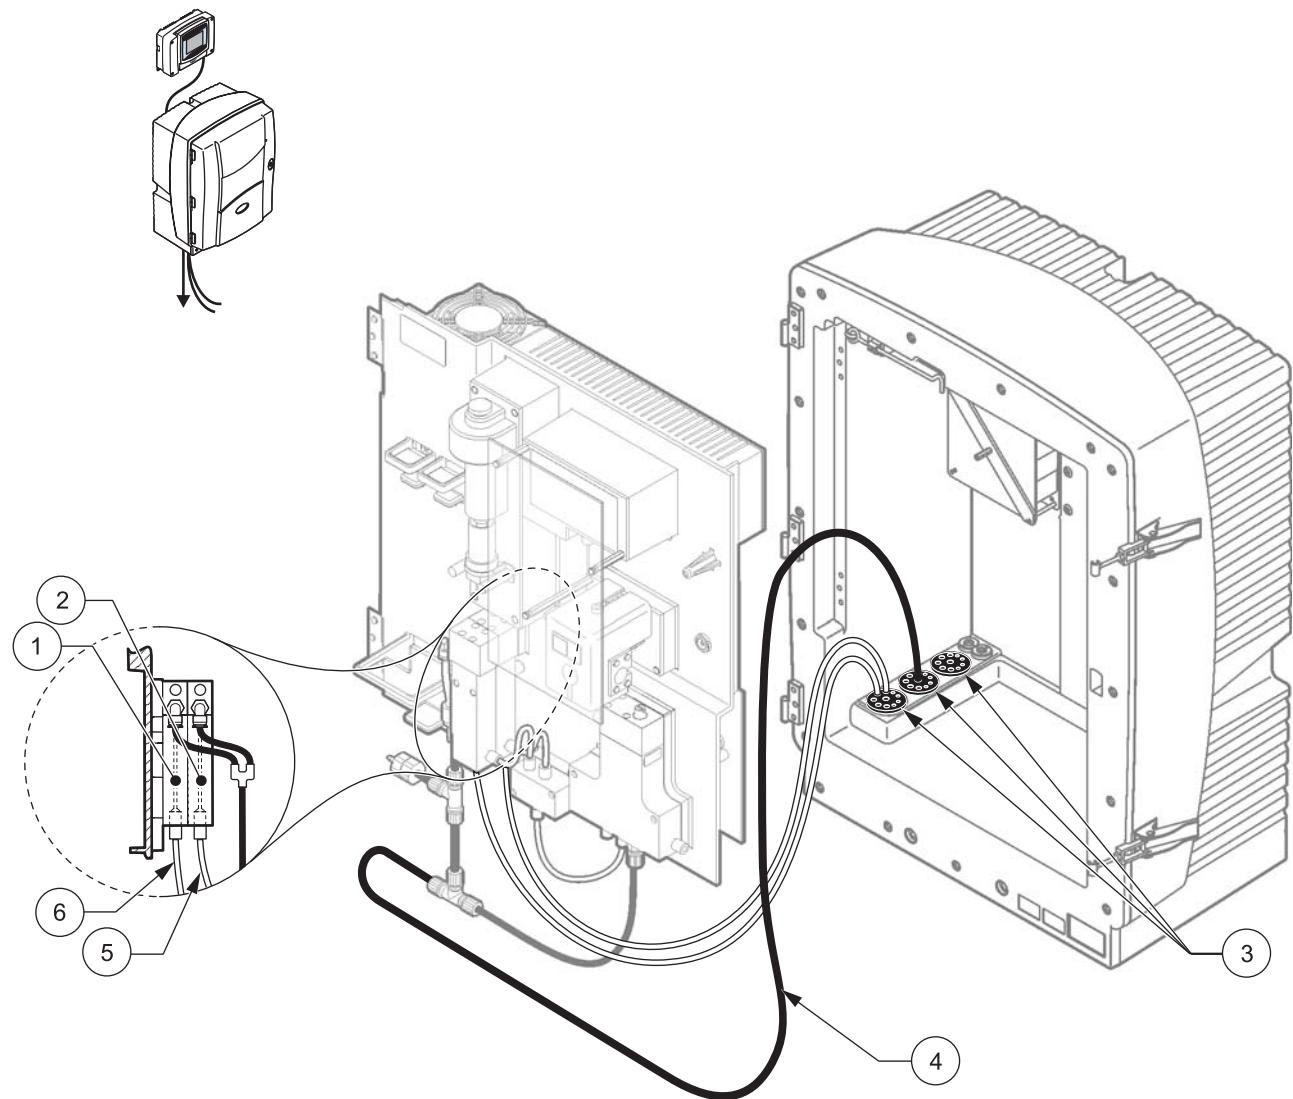

图 35 选项 11a 设置
请参考图 35 以及选项 11a 的以下说明：
3. 使用 3 号密封塞通过分析器引出排放管（图 35, 项目 4）。